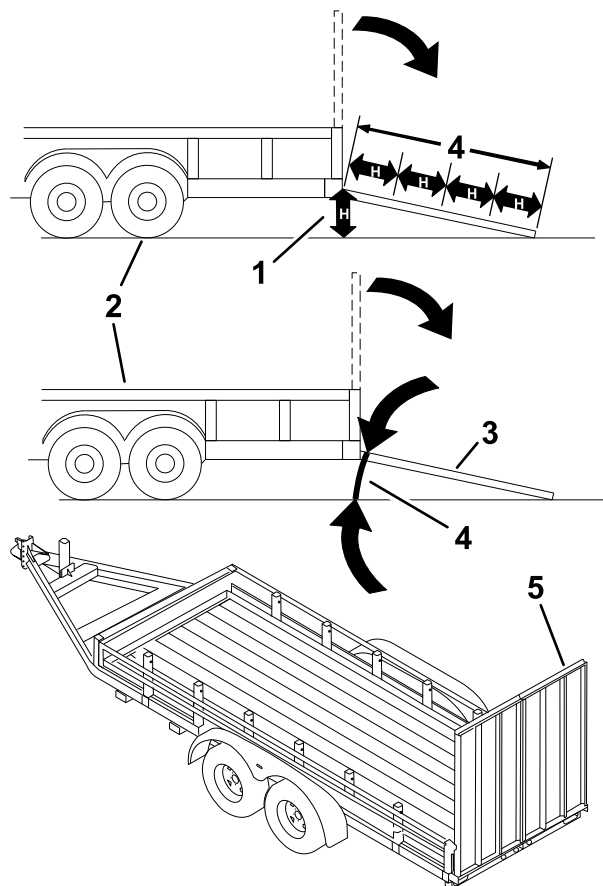

Figure 59
Le chargement de la machine sur une remorque ou un camion augmente le risque de basculement et donc de blessures graves ou mortelles (Figure 59).
3. Abaissez la rampe (Figure 59).